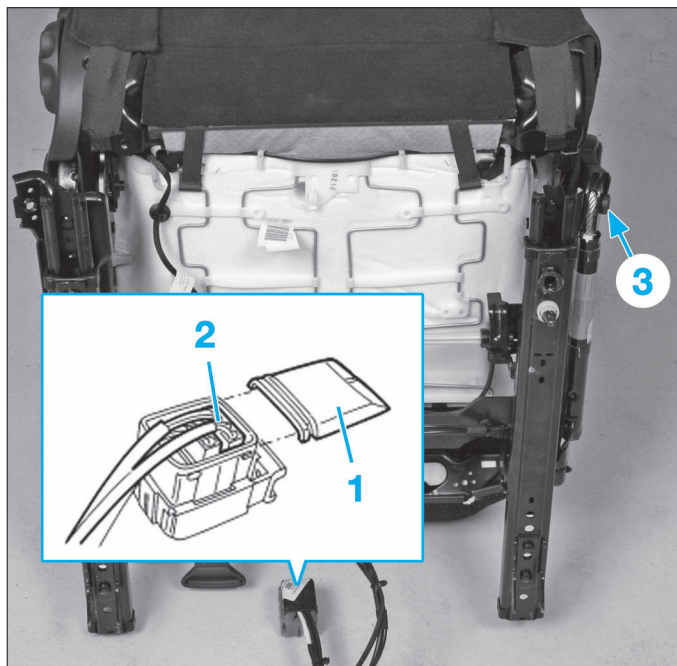

FIG. 22
- Dégager le cache (1) (Fig.22).